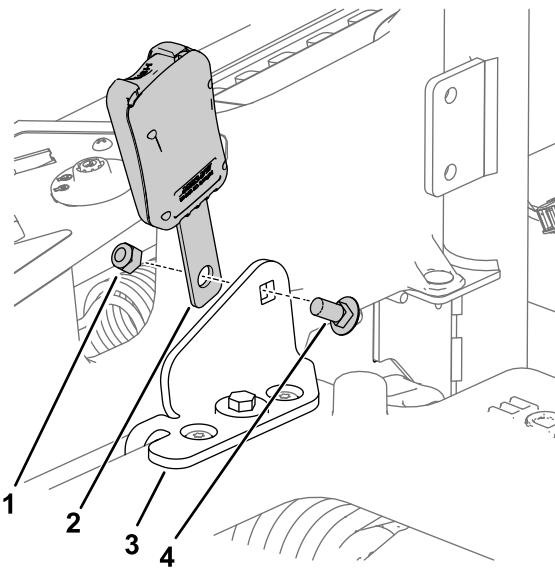

Figura 8
2. Instale os conjuntos da fivela e lingueta do cinto de segurança nos suportes do cinto de segurança para o assento com 2 parafusos de carroçaria (7/16 x 1 pol.) e 2 porcas de bloqueio (7/16 pol.), conforme mostrado na Figura 8. Repita no outro lado para o conjunto da lingueta.